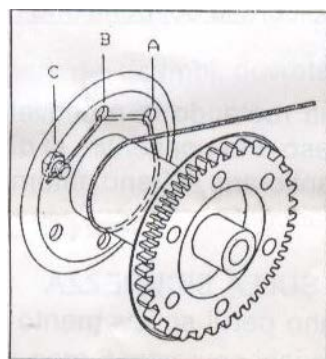

Figure 1
- 3) **91351:** avvolgete la fune in senso orario dal basso verso l'alto (vedere Fig.1)
- 3) **91361.** Gire el cable desde abajo al tambor (Fig. 1)
- 3) **91351:** Rope circle the drum to go from below drum. (Please refer figure 1.)